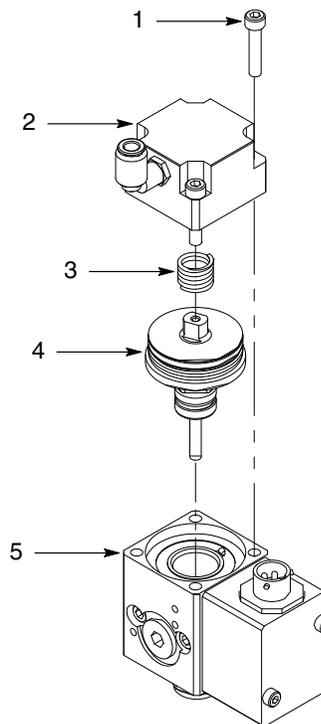

Figura 8 Sustitución típica del cartucho de empaque de la válvula de salida
1. Ver la figura 8. Extraer los tornillos (1) que fijan la tapa del cilindro neumático (2) al cuerpo (5).
2. Extraer el muelle (3) del cartucho de empaque (4).
3. Utilizar un destornillador pequeño para extraer el cartucho de empaque (4) del cuerpo (5).
4. Instalar el cartucho nuevo de empaque (4) en el cuerpo (5).
5. Instalar el muelle (3) en la parte superior del cartucho de empaque (4).
6. Instalar la tapa del cilindro neumático (2) en el cuerpo (5) utilizando los tornillos (1). Apretar bien los tornillos.